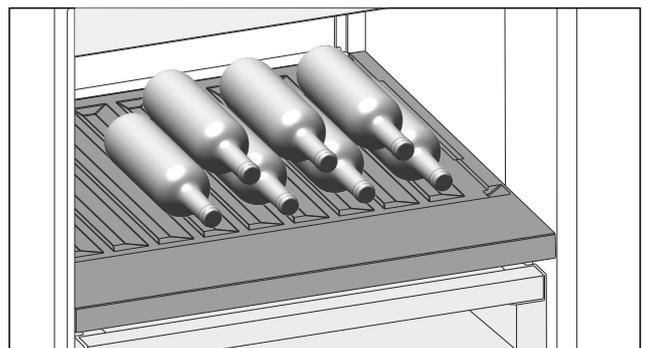

Fig. 143
- ▶ Placer les bouteilles avec le fond orienté vers la paroi arrière de l'appareil. (voir Fig. 143)